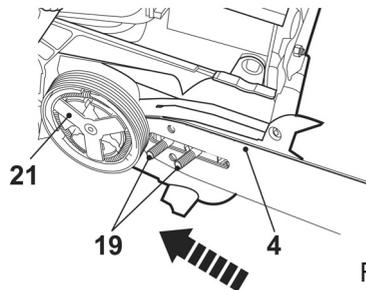

Fig. 3
- > Enfilez la fente du guide-chaîne [4] sur les boulons [19], puis poussez le guide-chaîne [4] vers le pignon d'entraînement (22) situé à gauche, derrière l'embrayage [2] (Fig. 3).